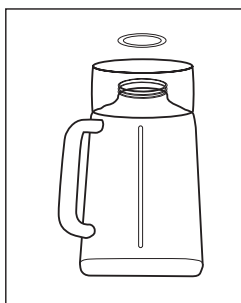

FIGURA 1
1. Ponga el vaso al revés, de manera tal que la pequeña abertura se encuentre hacia arriba. (Figura 1)
2. Coloque el aro de sellado sobre la abertura del vaso. (Figura 1)